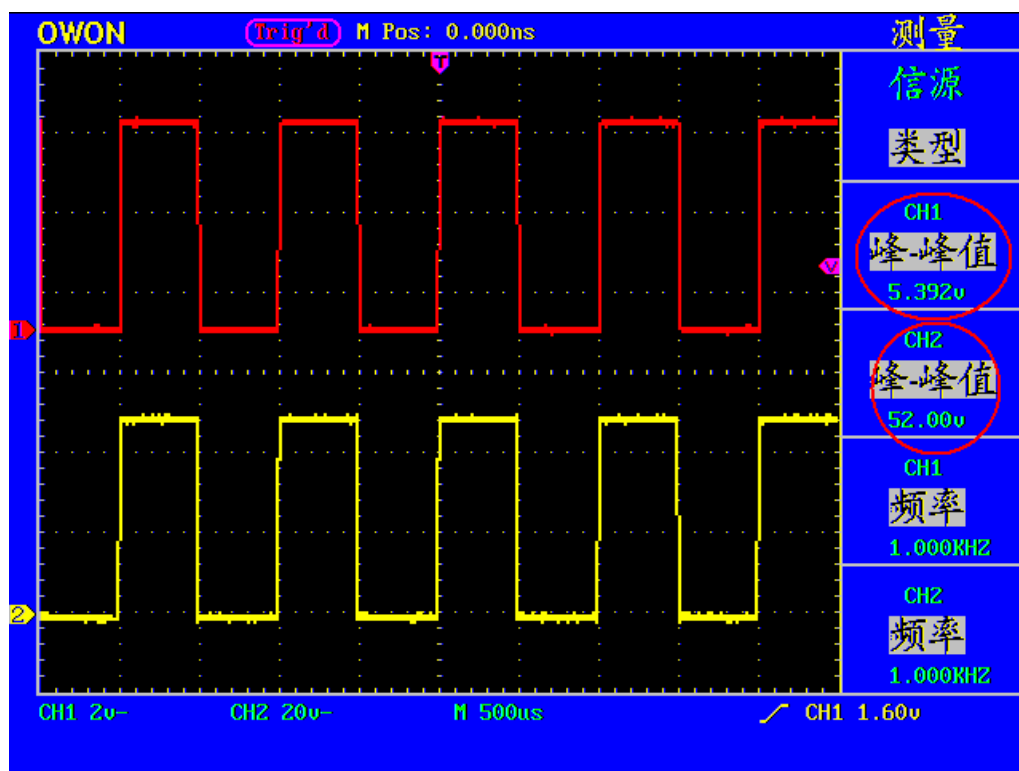

图 65：增益测量波形
- 10、从显示菜单中读出通道1和通道2的峰-峰值。见图 65。